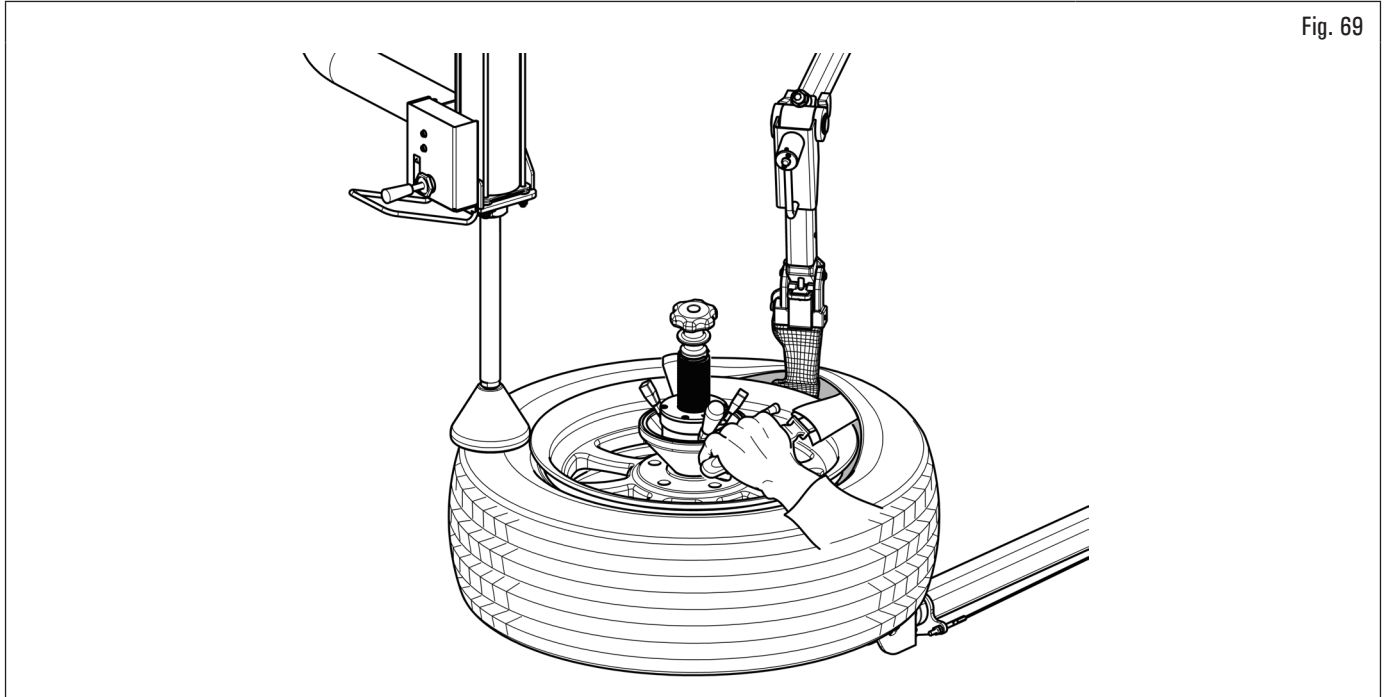

Fig. 69
6. insérez l'outil de protection du talon (optional) avec les feuilles (optional) entre le talon du pneu et la jante et verrouillez l'outil de protection avec votre main. Appuyez sur la pédale de rotation et retirez le premier talon du pneu (voir Fig. 69) ;